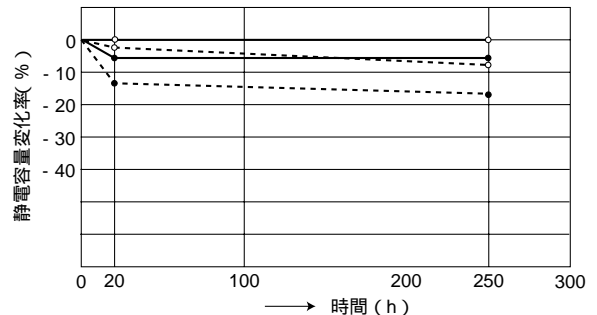

図 2-3 逆電圧印加による静電容量特性
(2)逆印加電圧が低く、流れる電流が小さい場合には、印加した当初はワット損失によって発熱しますが電解液の化成性により、陰極アルミニウム箔表面に酸化皮膜が生成し、電流が減少していきます。逆電圧を印加したときの印加時間と静電容量変化を(図 2-3)に示します。陰極アルミニウム箔表面に酸化皮膜が形成されたことにより、陰極箔容量が減少したためです。また電解液の消費により、損失角の正接( $\tan \delta$ )は増加します。